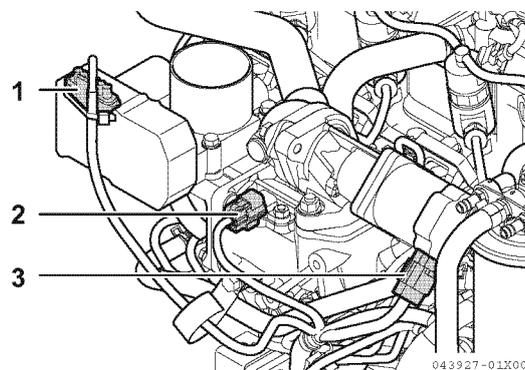

Figure 6-4
7. Retirez les câbles électriques de chacun des papillons d'admission (1, Figure 6-4), de la sonde de température d'air ambiant (2, Figure 6-4) et de la soupape RGE (3, Figure 6-4).